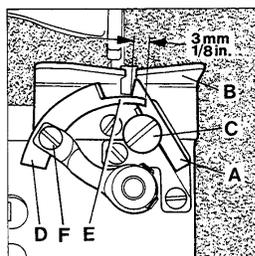

Fig.11
Set the fixed knife (A, Fig. 11) so that its tip sits close to the underside of the throat plate (B). For adjustment loosen screw (C) and move knife up or down in its holder as required. Retighten screw.
Set the moving knife (D, Fig. 11) so that it just clears below the throat plate underside on its entire arc of travel. In the most open position of the knives the pilot (E) should overlap the fixed knife by 3 mm (1/8"). In cutting position of the knives the cutting edge of the moving knife should overlap the cutting edge of the fixed knife at least 1 mm (3/64"). For adjusting moving knife loosen screw (F) and set knife as required. Retighten screw.
Stellen Sie das feststehende Messer (A, Fig. 11) so, daß seine Spitze an der Stichplattenunterseite (B) anliegt. Zum Einstellen lösen Sie die Schraube (C) und schieben das Messer im Halter nach Bedarf nach oben oder unten. Ziehen Sie die Schraube wieder an.
Stellen Sie das beweglich Messer (D, Fig. 11) so, daß es innerhalb seiner Schwingbewegung unter der Stichplattenunterseite gerade freigeht. Der Führungzapfen (E) soll in der am weitesten geöffneten Stellung der Messer das feststehende Messer 3 mm überlappen. In Schneidstellung muß die Schneide des beweglichen Messers mindestens 1 mm überlappen. Zum Einstellen des beweglichen Messers lösen Sie die Schraube (F) und stellen das Messer entsprechend ein. Ziehen Sie die Schraube wieder an.